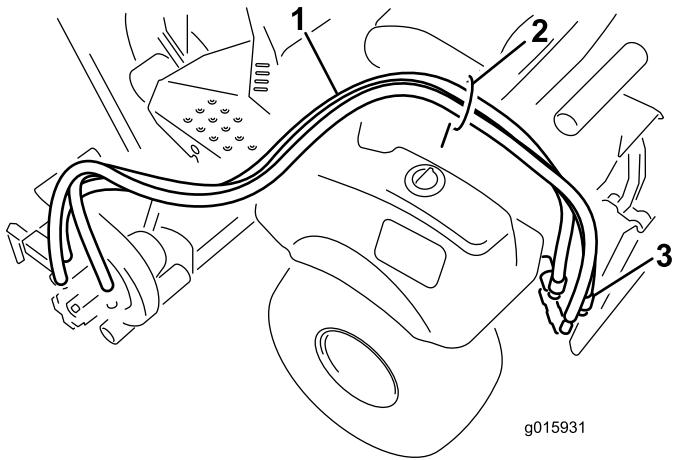

Рисунок 7
- Проложите гидравлические шланги сквозь направляющую шланга в сторону задней части машины (Рисунок 7).
2. Подсоедините шланги к задним выносным соединителям (Рисунок 7).